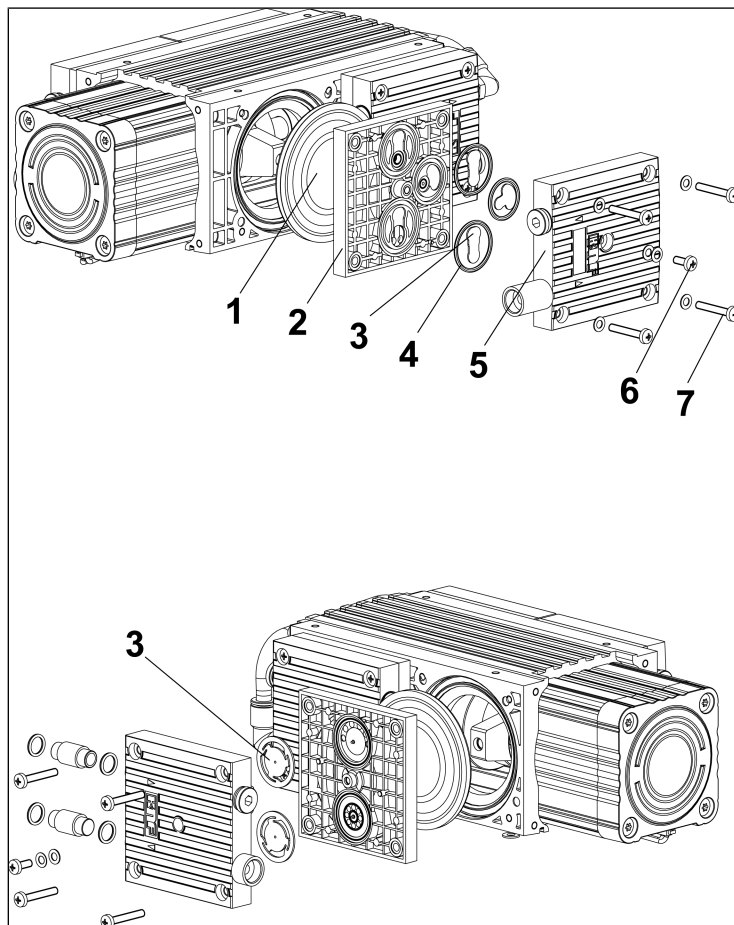

Fig.9: Vue éclatée
\*\*voir Fig. 9
7. Desserrez les 8 vis de fixation extérieures (7/Fig. 9) des têtes 1 et 2 et retirez les têtes 1 et 2.
4. Placez les têtes 1 et 2 sur le corps de pompe et serrez les vis de fixation (7/Fig. 9) en croix à la main (couple de serrage : 3,5 Nm).